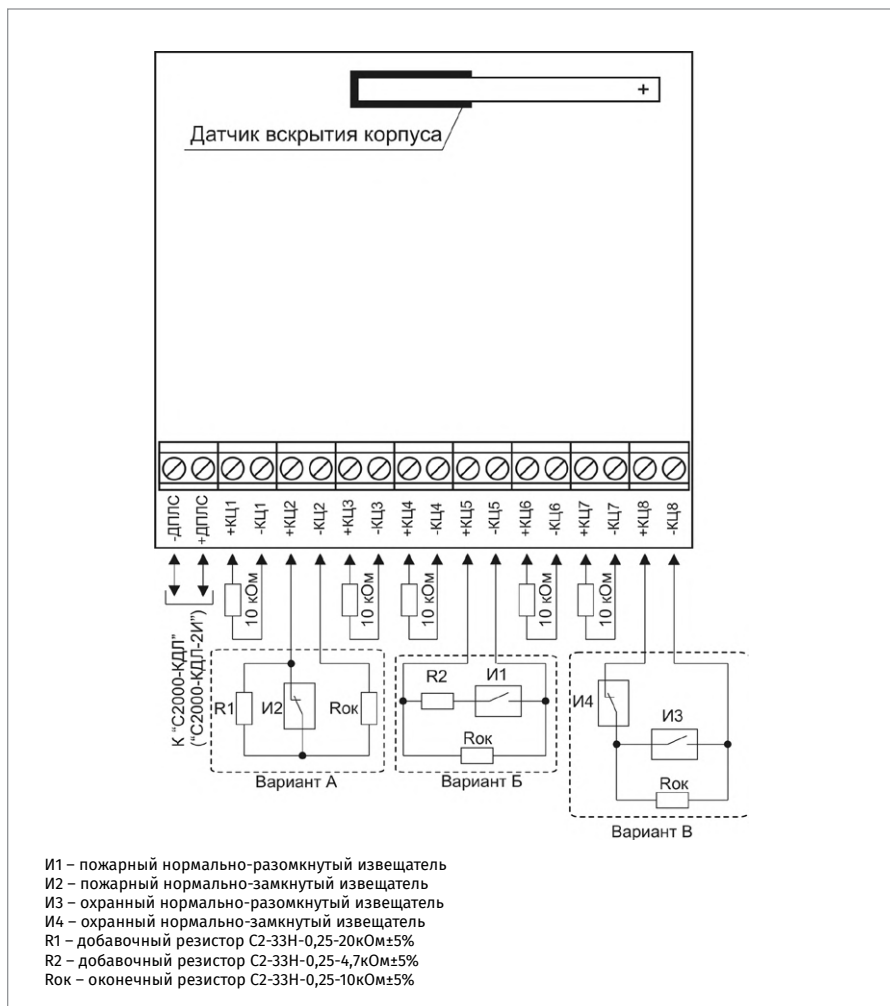

Рисунок 8. Схема внешних соединений адресного расширителя «С2000-АР8»
2. Схема внешних соединений приведена на Рисунок 8.